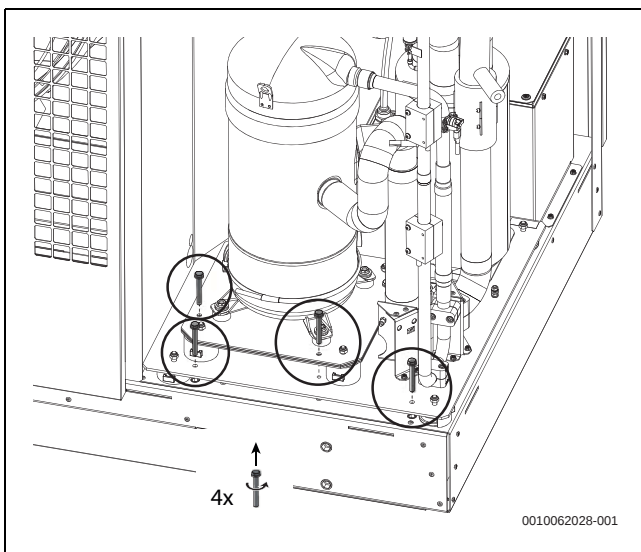

Bild 40 Entfernen der Schrauben und Transportsicherungen
- Nach dem Transport die 6 Schrauben entfernen (→ Bild 40, 41, 42, 43) und die dazugehörigen Transportsicherungen herausziehen.